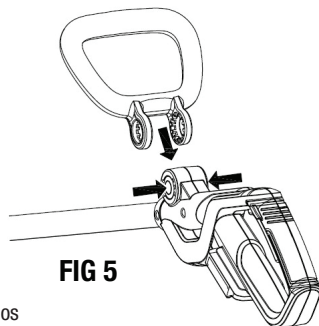

FIG 5
2. Instale el mango delantero en la base del botón como se muestra en la Fig. 5.